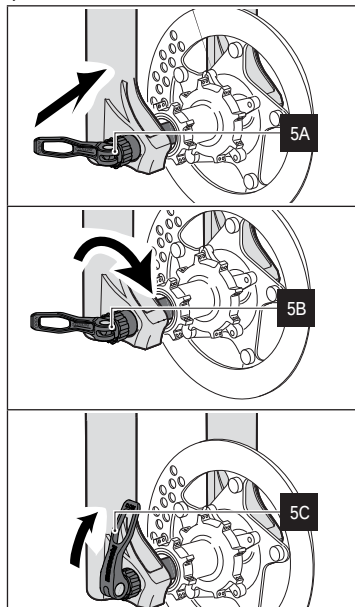

Figura 5 - Instalación rueda en horquillas con perno de desenganche rápido QR20
- Alinee el buje con las punteras de la horquilla (ver 5A en Figura 5).
- Introduzca el eje a través de la puntera derecha y atravesando la rueda (ver 5A en Figura 5).
- Manteniendo la leva di bloccaggio in posizione di massima. Mantén la palanca del cierre rápido completamente abierta y gírala en el sentido de las agujas del reloj, hasta que percibas la resistencia del eje (ver 5B en Figura 5).
- Mediante la palanca del cierre rápido en el extremo del eje acabe de cerrarla (ver 5C en Figura 5); de esta forma, la rueda se habrá ajustado a la horquilla de forma correcta.
- Compruebe que la palanca del cierre rápido esté colocada en la posición que asegure el ajuste correcto del eje y que esta posición evite cualquier tipo de golpes durante el uso (ver 5C en Figura 5).